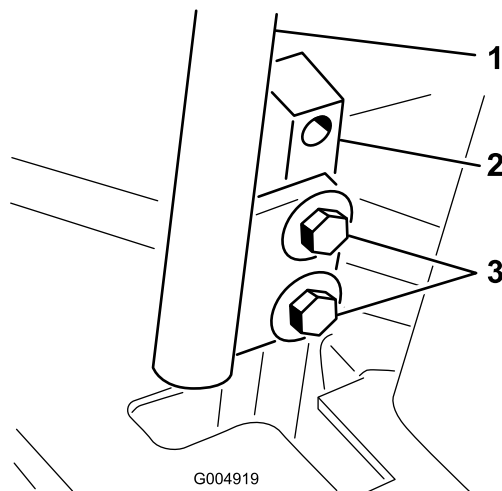

Figura 93
- Afloje los pernos que sujetan las palancas de control (Figura 93).